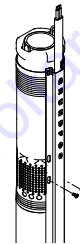

Fig. 10
3. Apertar a guarda do cabo ao filtro de aspiração com os dois parafusos auto-roscentes fornecidos, ver fig. 10.